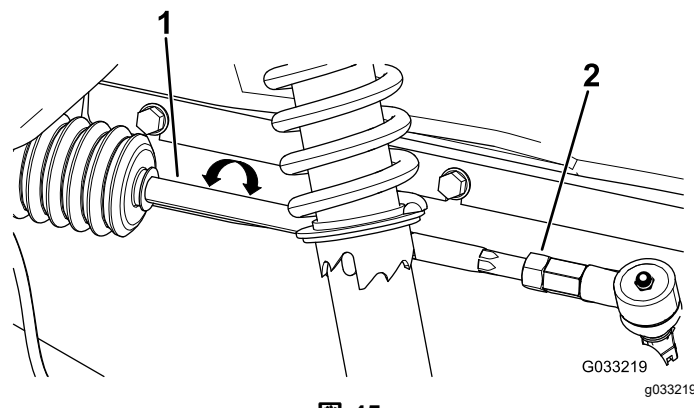

図 45
3. 前後の測定値の差が所定範囲0-6 mmにならない場合は、タイロッドの外側端部にあるジャムナットをゆるめて調整を行う(図 45)。